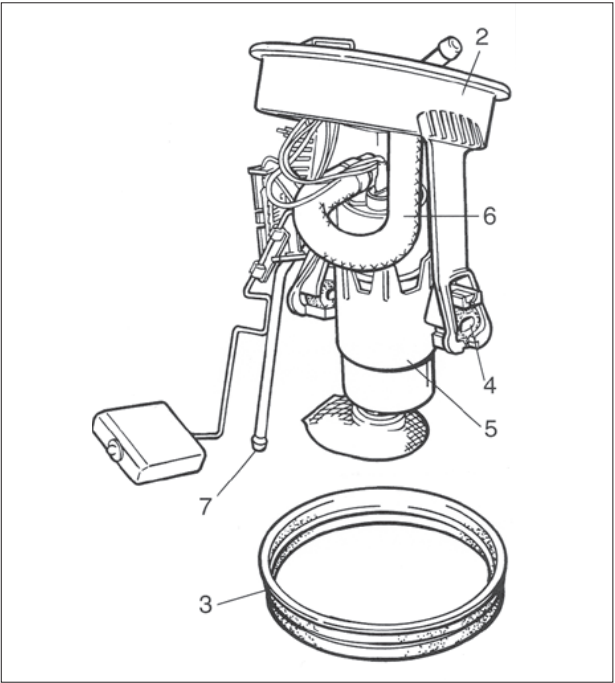
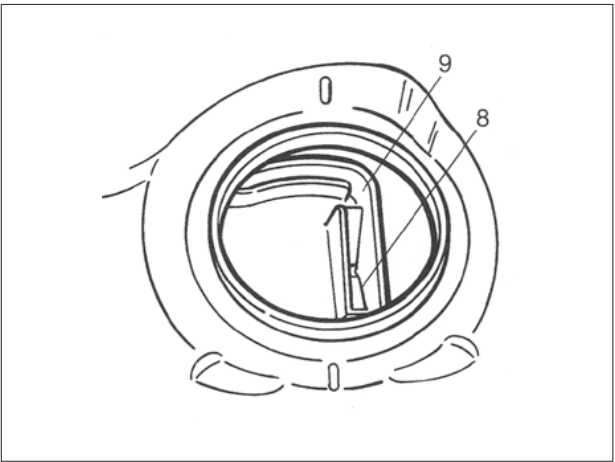

Abb. 2/Fig. 2/Puc. 2/图2
Abb. 3/Fig. 3/Puc. 3/图3
- 拉出带内置传感器的凸缘 (2) 和燃油泵, 如有必要, 取出密封环 (3, 图 2)。
- 用螺丝刀小心地撬出减震橡胶 (4, 图 2) (3 件)。
- 拔下燃油软管 (6, 图 2) 和电缆连线 (+) 和 (-)。
- 安装皮尔博格泵 (图 2)
- 将预装的燃油泵 (5, 图 2) 放入定位架。
- 将软管 (6) 连同附带的软管夹完全推入并进行固定。
- 装入减震橡胶 (4)。
- 将密封环 (3, 图 2) 装入油箱开口。
- 装入燃油泵单元, 使得导向杆 (7, 图 2) 抵靠缓冲罐 (9) 的导向架 (8, 图 3)。导向杆 (7) 会由此得到弹性减震。